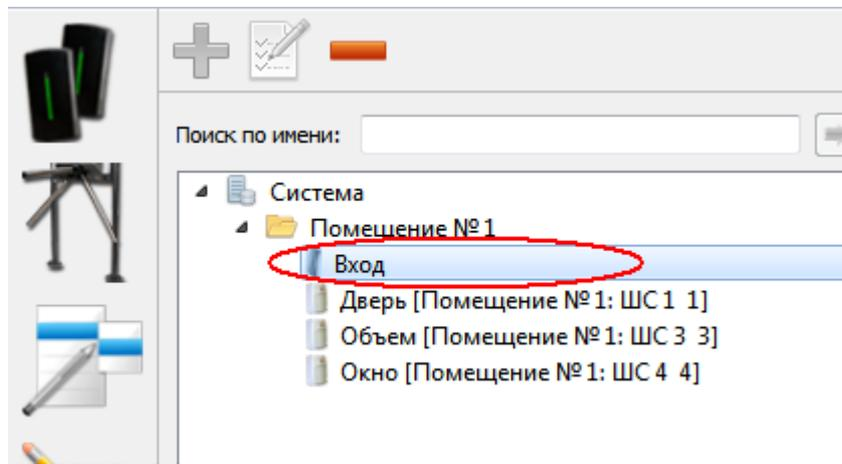

Рис. 70
- В этом окне выберите точку доступа «Вход» и нажмите кнопку «Сохранить». Окно «Выбор точки доступа» будет закрыто, а в дереве охранный подсистемы появится добавленная точка доступа (Рис. 70).